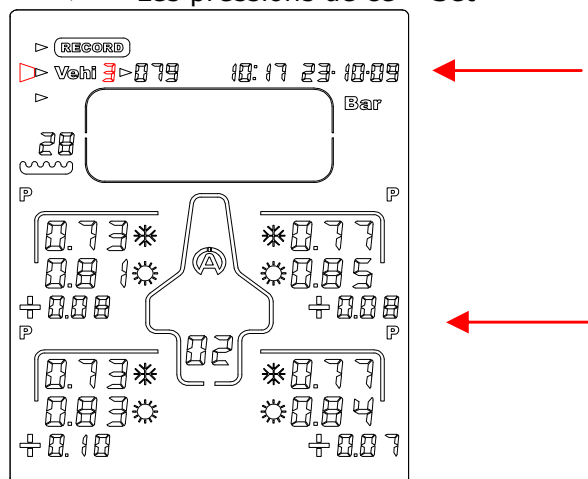

Figure 2
- 2) Avec le bouton  ou  sélectionnez l'icône « **Vehi** » (figure 2)
- 3) Avec le bouton  ou  sélectionnez le véhicule désiré (5 au total) (figure 2)